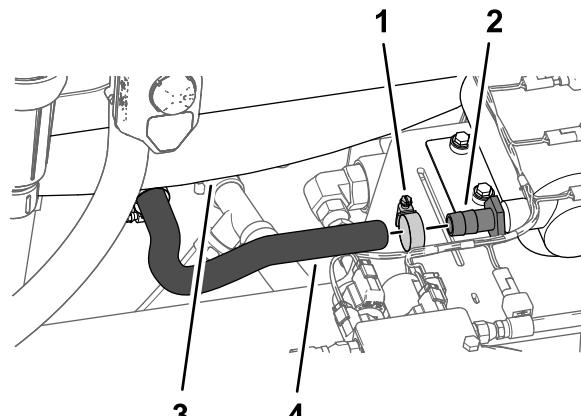

图28
1. 用软管夹将冲洗水箱底部的软管43.3cm安装到冲洗水箱泵的内侧直通宝塔接头上然后用手拧紧夹具图28。